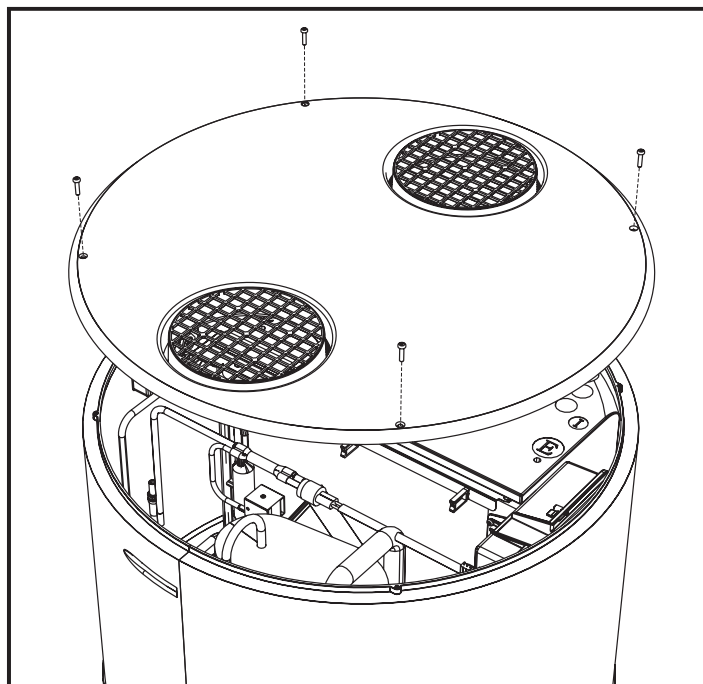

Abb. 47- Entfernen der oberen Abdeckung
- Entfernen Sie die obere Abdeckung, indem Sie zuerst die Sicherungsschrauben lösen (Abb. 47).